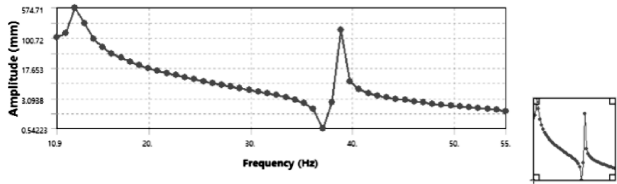
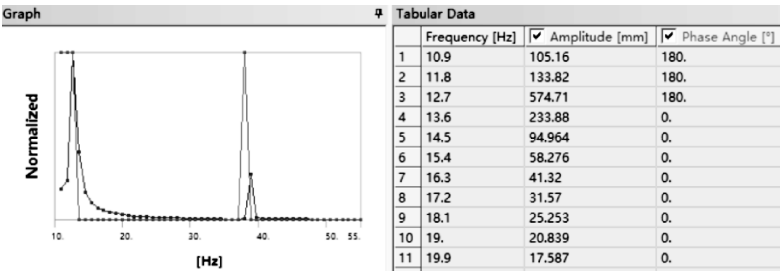

图 4-43 幅值变形频率响应
图 4-45 变形频率响应图表
(4) 单击【Solution (B6)】→【Frequency Response】，图形区域显示谐响应分析得到的叶片变形频率响应，如图 4-43 ~ 图 4-45 所示。
(5) 单击【Solution (B6)】→【Phase Response】，图形区域显示谐响应分析得到的叶片变